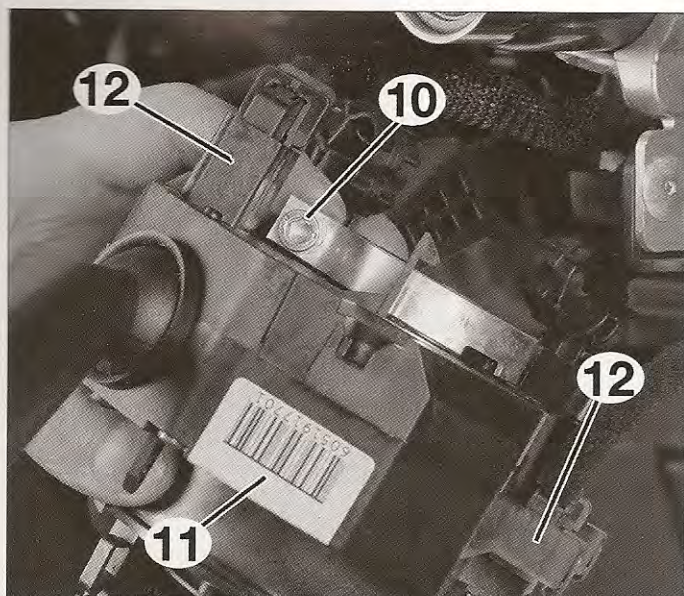
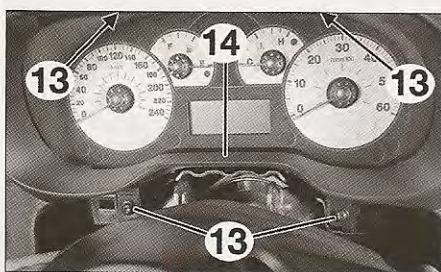

FIG. 23
FIG. 24
- Aflojar el tornillo de fijación (10) de la abrazadera de grupo de interruptores (11) (fig. 23).
- Desconectar los conectores (12) del grupo de interruptores y desmontarlo (ver precauciones a tomar en el capítulo "Airbags y pretensores").
- Desmontar los tornillos de fijación (13) del marco (14) del cuadro de instrumentos (fig. 24).
- Desmontar el marco (14) del cuadro de instrumentos.